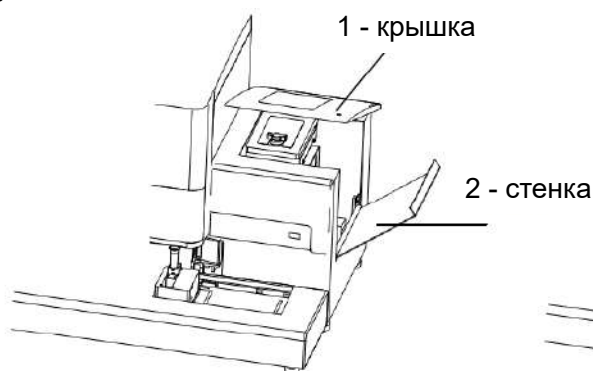
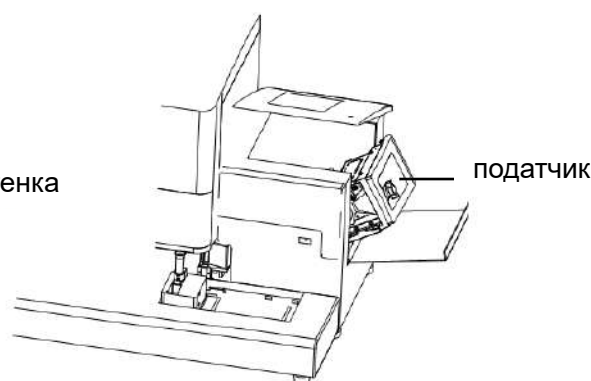

Рис. 7-1
Рис. 7-2
- Откиньте верхнюю крышку (рис. 7-1, 1), затем откиньте стенку справа (рис. 7-1, 2), откиньте на нее податчик (рис. 7-2).